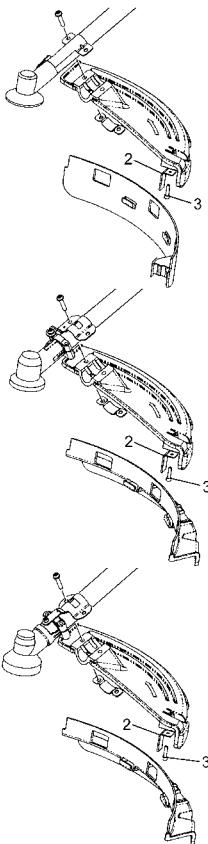

Fig. 1-8
#### **Installation of blade guard (Fig. 1-8)**
**NOTE! (Fig. 1-8)**